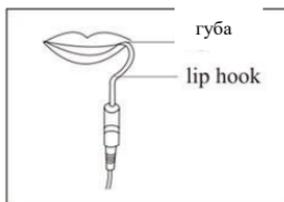

Рисунок 5
4.5.3 Закрепите загубник за губу, убедитесь, что он соприкасается со слизистой оболочкой полости рта в качестве референтного электрода (рис. 5).